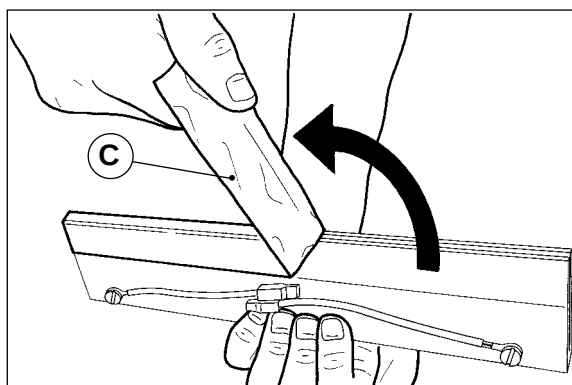

Abb. 2
- 3) Ziehen Sie die Schweißleiste mit den Kabeln heraus (Abb. 2).
- 2) Entfernen Sie das braune Teflonband (C) (Abb. 2).